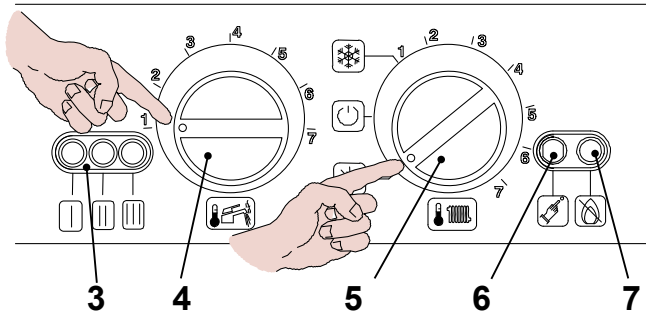
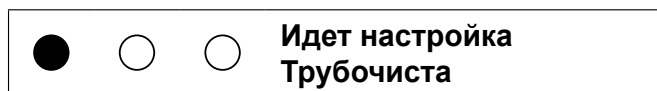

рис. 9.8
рис. 9.9
- Подайте электрическое питание на бойлер с помощью двухполюсного выключателя; сигнальная лампа 3 в рис. 9.8 будет мигать с интервалом в 4 секунды.
- Поверните переключатель 5 Поверните переключатель рис. 9.8 ; сигнальная лампа 3 будет мигать с интервалом в 2 секунды.
- Удерживайте нажатой кнопку перезагрузки 6 в рис. 9.8 в течение 10 секунд, лампа блокировки 7 в рис. 9.8 начнет мигать.
- Чтобы настроить функцию трубочиста, сигнальные лампы 3 в рис. 9.8 должны выглядеть, как в рис. 9.9 (перечень сигнальных ламп на стр. 38)
- Опять нажимайте кнопку перезагрузки 6 в рис. 9.8 в течение 5 секунд, лампа блокировки 7 в рис. 9.8 выключится, сигнальные лампы 3 в рис. 9.8 будут мигать в режиме запроса на обогрев рис. 9.10